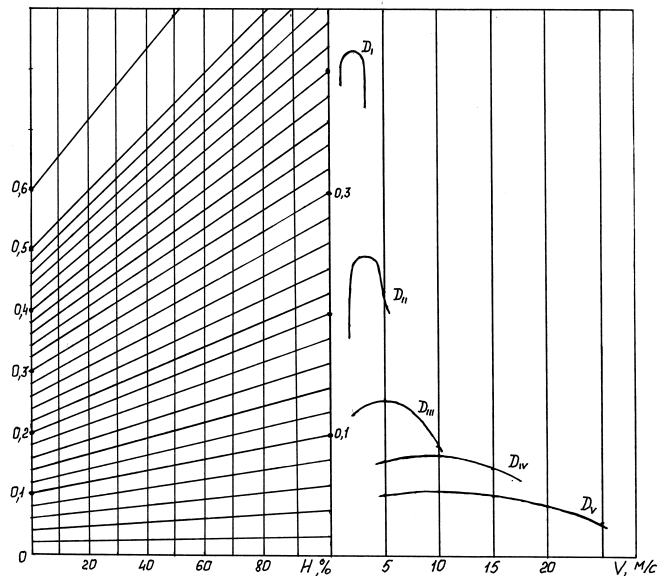

Рисунок 1. Динамическая характеристика с номограммой нагрузок
1. Автомобиль, полная масса которого 8,25 т, движется равномерно с грузом 2 т со скоростью 20 м/с. Используя динамическую характеристику с номограммой нагрузок (рис.1), найти мощность двигателя, если грузоподъемность автомобиля 5 т, фактор обтекаемости  $3,05 \text{ Н} \cdot \text{с}^2 / \text{м}^2$ , мощность двигателя на 12% больше мощности на колесах.